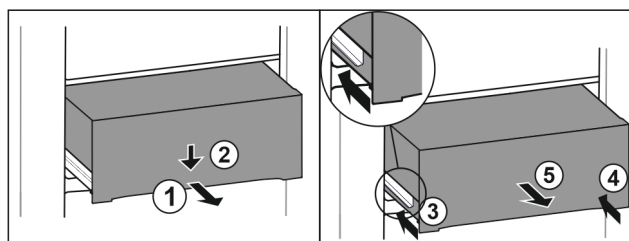

Fig. 70
- ▶ Extrageți pe jumătate sertarul. Fig. 70 (1)
- ▶ Apăsăți în jos sertarul pe partea frontală. Fig. 70 (2)
- ▶ Inserați șina stângă aproximativ 2 cm. Fig. 70 (3)
- ▶ Inserați șina dreaptă aproximativ 2 cm. Fig. 70 (4)
- ▶ Extrageți sertarul spre înainte. Fig. 70 (5)